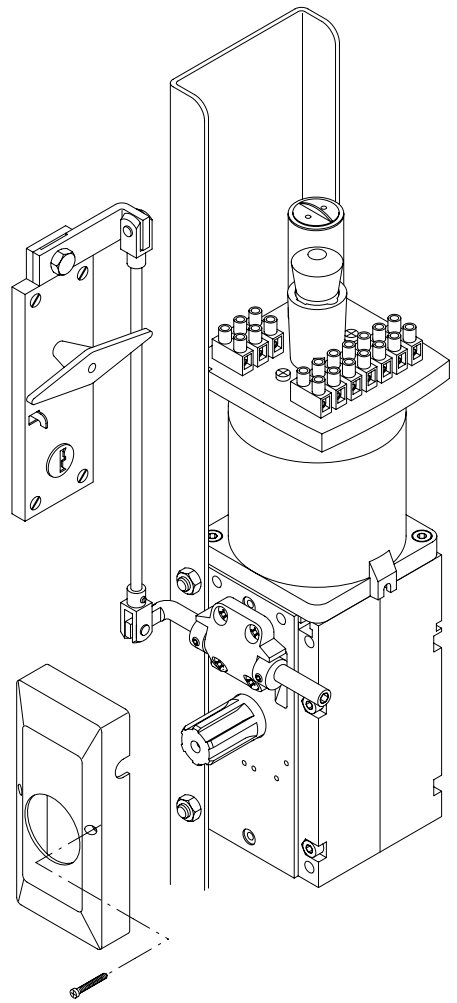

Fig.11
7.2 Sblocco interno - esterno a maniglia con chiave personalizzata (fig. 11).
### 7.2 Handle internal - external release with personalized key (fig. 11).